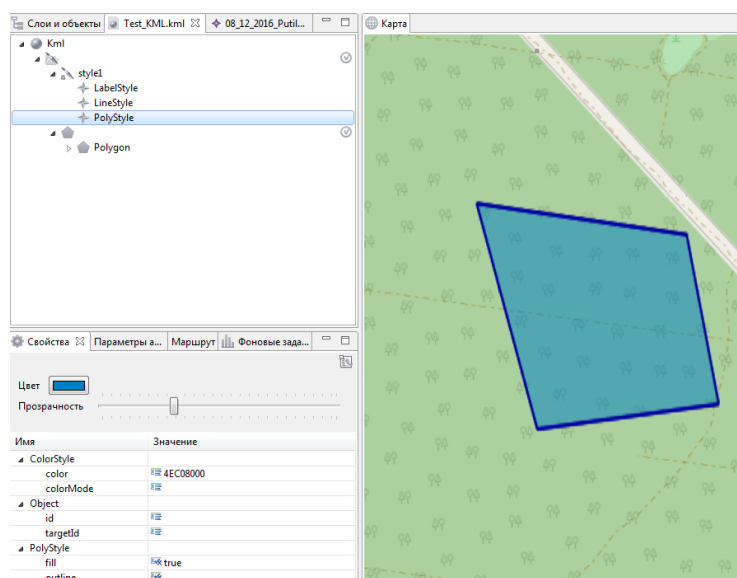

Рис. 33: Настройка отображения элементов KML
5. При необходимости в окне свойства настройте цвет и прозрачность отображения элементов объекта (рис. 33).